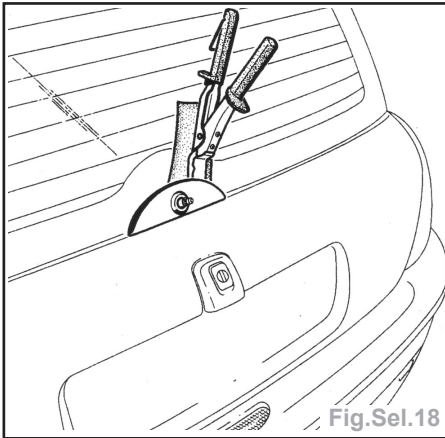

Fig.Sel.18
- A l'aide de la pince à dégrafer, déclipser le cache écrou de fixation de l'axe de moteur essuie-vitre en prenant la précaution de glisser un chiffon entre le verre et l'embase de la pince (Fig.Sel.18).